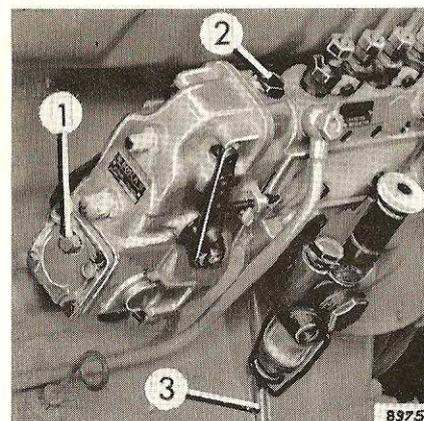

Fig. 18
## 3. Pompe d'injection et régulateur (Fig. 18, page 12)
**B3** Vérifier le niveau de l'huile dans la pompe d'injection et le régulateur. Toutes les 120 heures de service (à chaque vidange d'huile) on desserre la vis de contrôle d'huile 1 (fig. 18) de 3 tours pour évacuer l'excédent éventuel du mélange huile-combustible; le cas échéant, refaire le plein avec de l'huile fraîche, après desserrage du bouchon de fermeture 2, jusqu'à ce que l'huile déborde à la vis de contrôle 1. Après 4000 heures de service ou après 100 000 km, remplacer toute la charge d'huile par de l'huile fraîche.